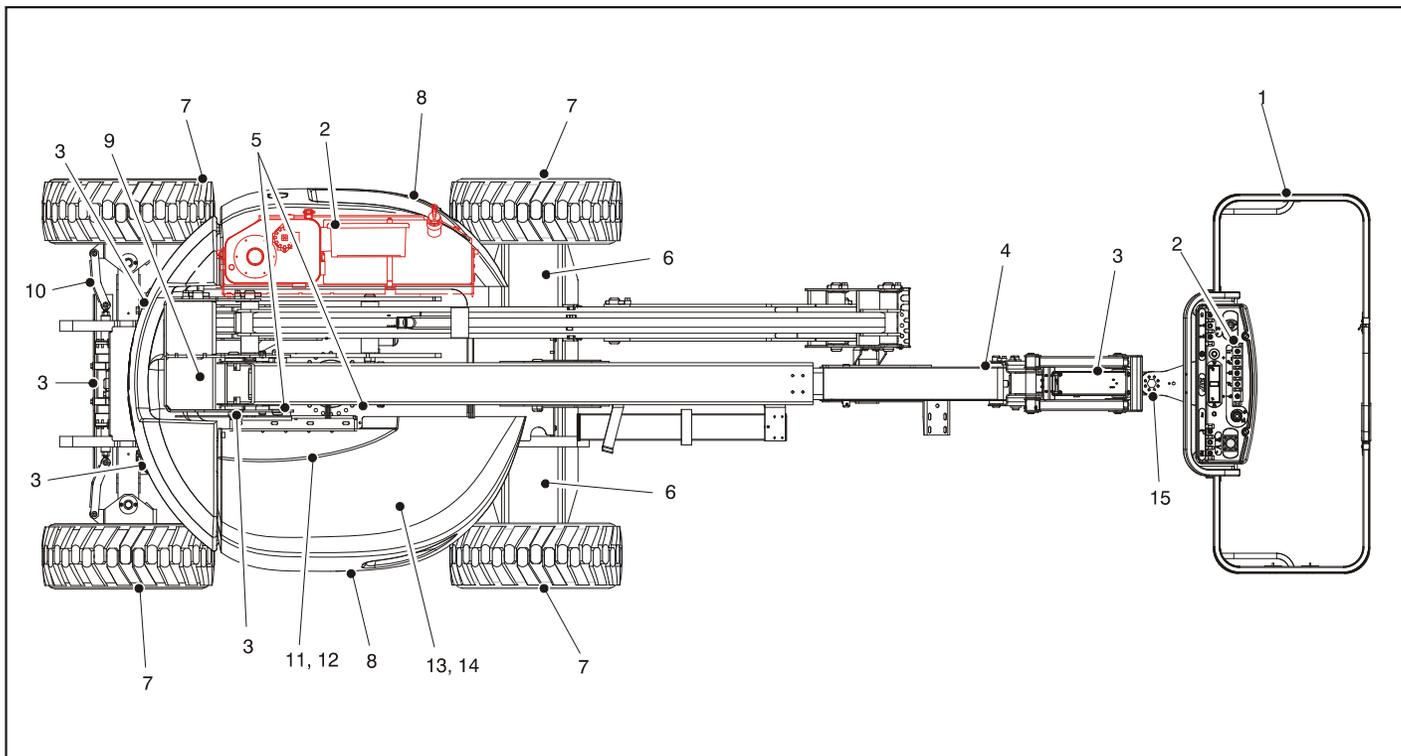

Figura 2-3. Inspección visual diaria - Hoja 1 de 3
4. **“Inspección visual”** – Consultar la Figura 2-3. y la Figura 2-4.